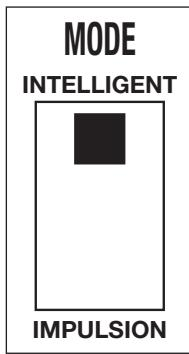

Figure 1: Mode de sélection
Le SmartPlus possède un interrupteur à bascule "Mode Select" (Sélection de mode) qui offre 2 modes de fonctionnement. On sélectionne le mode "Pulse" (Impulsion) ou le mode "Smart" (Intelligent) à l'aide de l'interrupteur à bascule situé sur la carte de commande électronique montée sur l'embase du condensateur (voir Figure 1). Un voyant lumineux jaune indique le mode sélectionné. Toutes les opérations sont automatiques : aucun minutier manuel ou réglage de température n'est nécessaire.
- Le SmartPlus est configuré par défaut en mode "Smart" en usine. Pour basculer en mode "Pulse", retirez les 2 vis du couvercle du condensateur et le couvercle. Placez l'interrupteur à bascule en position "Pulse" sur la carte de commande (voir Figure 1). Remontez le couvercle du condensateur et serrez les 2 vis.